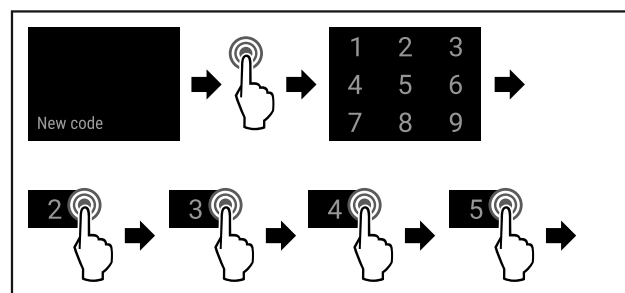

Fig. 82
- Provedte akční kroky (viz Fig. 82).
- ▶ Proved'te akční kroky (viz Fig. 82).